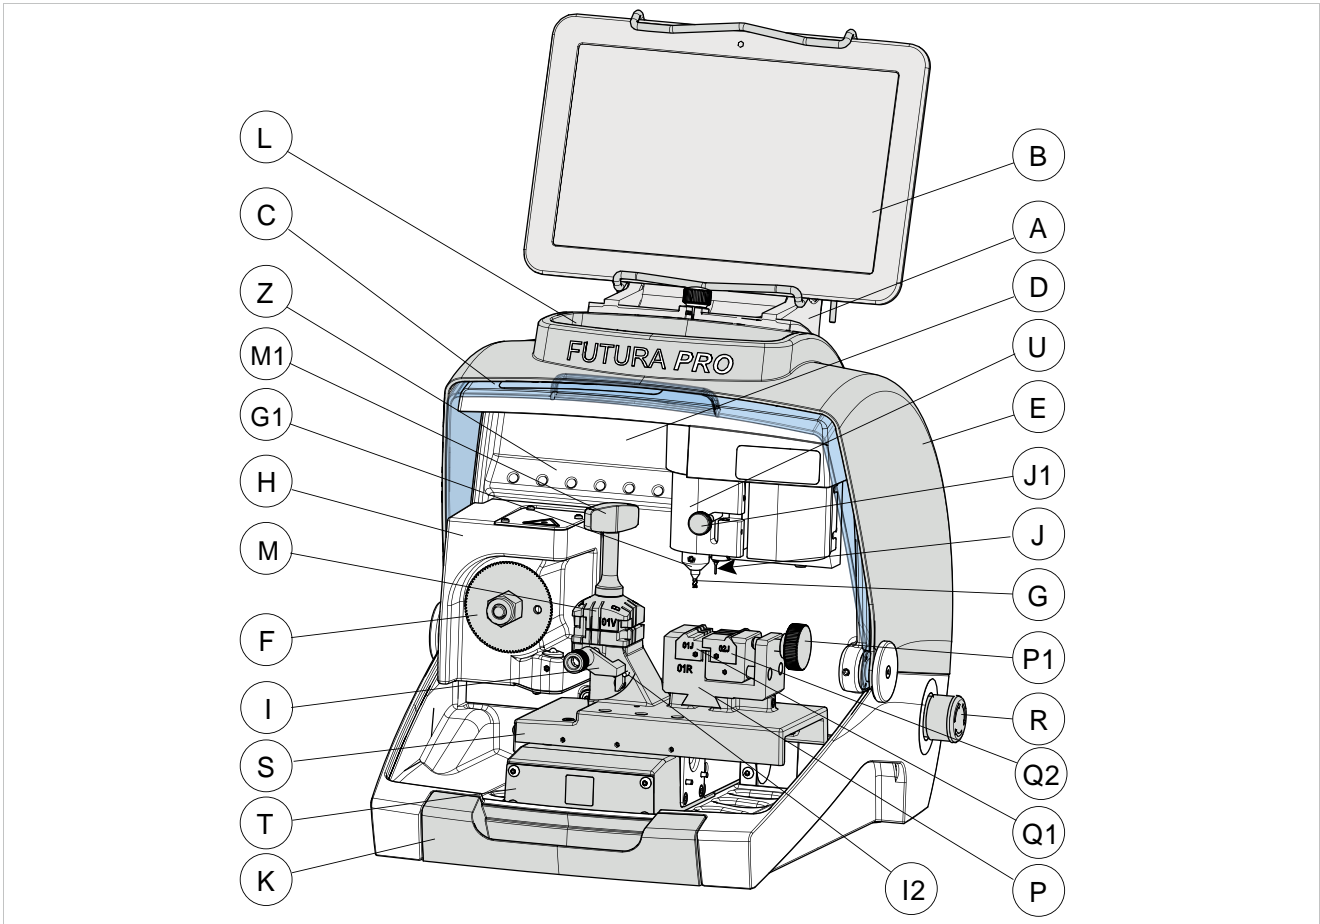

Fig. 5
Mocht er tijdens de werking plots een gevaar voor de bediener of zeer ernstig probleem optreden met de machine, dan kan zij onmiddellijk worden stopgezet door indrukking van de rode noodstopknop (R) (Fig. 5), gelegen op de rechterflank.